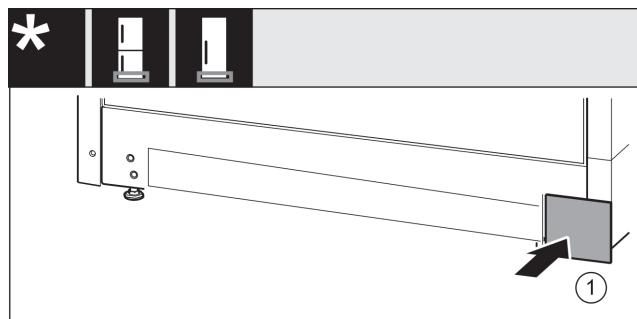

Fig. 17
- Vendosni sérish në vend kapakun mbulues Fig. 17 (1) në anën tjetër.